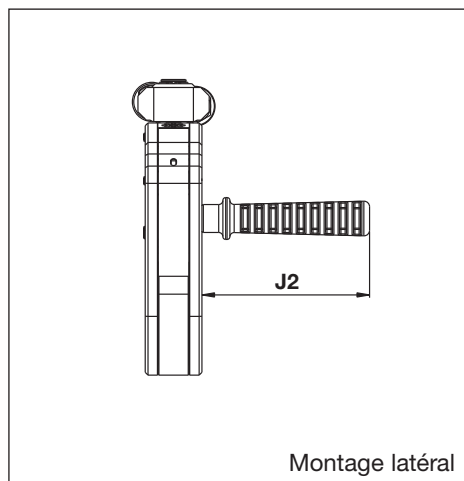

Fig. 26
6.1.4 Dimensions de la poignée de positionnement droite de la série SWH (fig. 26 : accessoire en option)